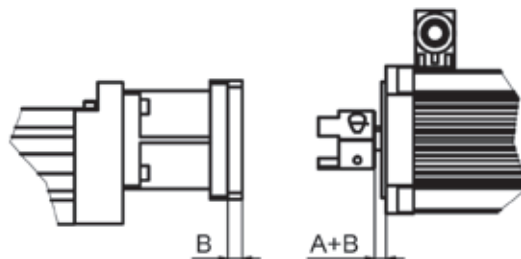

Bild 3.14 — Montagemaße
1. Kupplungsnahe **2** auf die Motor- bzw. Getriebewelle stecken. Dabei das Maß A (Bild 3.14) aus Tabelle 6.24 in Katalogkapitel 6.2.4.2 und Maß B bei Verwendung eines optionalen Zwischenflansches **5** berücksichtigen.